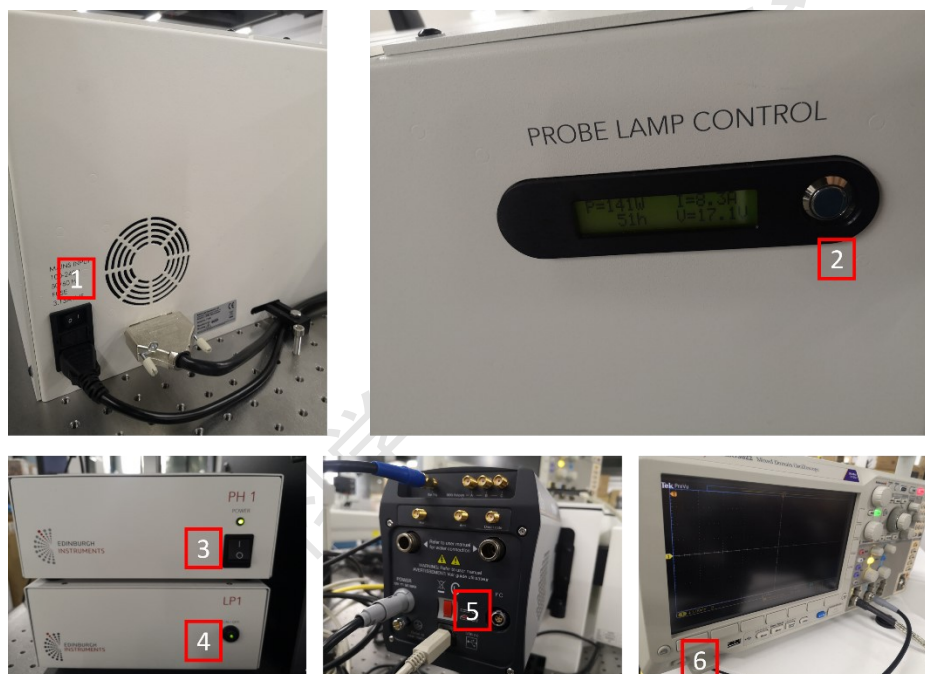

图 7.4. LP980 纳秒瞬态吸收光谱仪各部分电源位置示意和开机顺序。
打开氙灯电源 (1) —— 点亮氙灯 (2) —— 打开 PH1 集线板 (3) —— 打开 LP1 控制盒 (4) —— 打开 ICCD 电源 (5) —— 打开示波器电源 (6), 如图 7.4 所示。